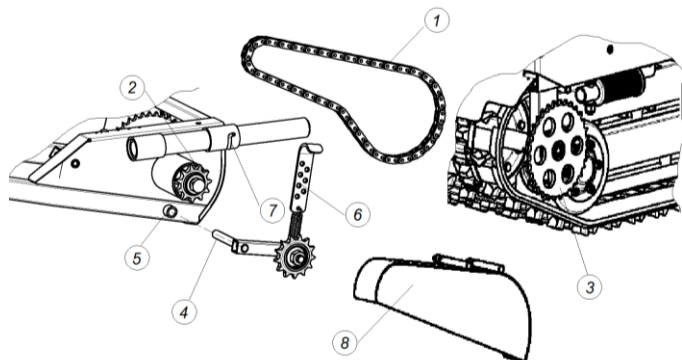

Рис.4
- 5.11 Установить приводную цепь 8 в следующем порядке. Установить цепь 1 (Рис.4) сначала на ведущую звездочку 2 (Рис.4), а затем на ведомую звездочку 3 (Рис.4). Путем проворота ведомой звездочки, толкнув мототрансформер вперед или назад, добиться зацепления всех её зубьев рабочей части с цепью. Вставить палец натяжителя цепи 4 (Рис.4) во втулку 5 (Рис.4) в подрамнике в рабочее положение таким образом, чтобы зубья звездочки натяжителя вошли в зацепление со звеньями цепи 1 (Рис.4). Отрегулировать натяжение цепи путем подбора необходимого усилия и закрепления крюка пружины натяжителя 6 (Рис.4) на крюке натяжителя 7 (Рис.4) с помощью отверстий. Закрыть цепь кожухом 8 (Рис.4).